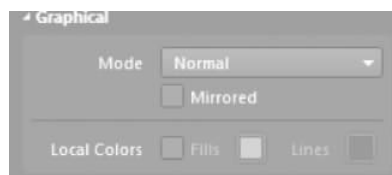

图 3-64 镜像放置晶体管
② 如图 3-64 所示,在该界面下选中 Mirrored 复选框,则可以镜像放置晶体管。